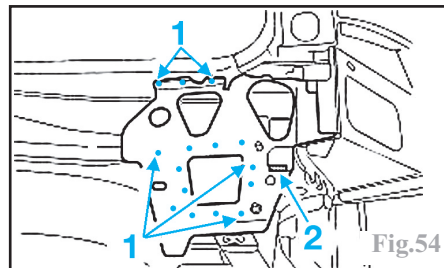

Fig.54
Soudage par résistance par points (1) et en cordon continu (2) sous protection gazeuse (Fig.54)